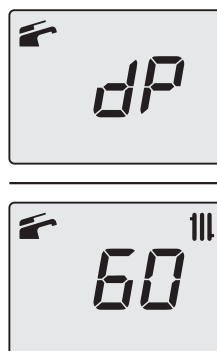

Figura 7.7
- Premere 3 volte il tasto 51 fino a far apparire sul display LCD le lettere **dP** (spazzacamino attivo in massimo sanitario) che si alternano con il valore di temperatura dell'acqua di riscaldamento (es.**60**), indicanti l'entrata nell'attivazione della "funzione spazzacamino" alla potenza massima in sanitario (Figura 7.7).